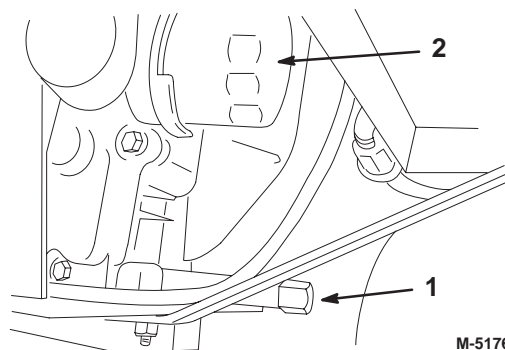

Figure 18
3. Placez un bac de vidange sous l'orifice de vidange. Enlevez le bouchon de vidange (Fig. 18).
2. Déposez le filtre à huile usagé et essuyez la surface du joint de l'adaptateur (Fig. 18 et 19).